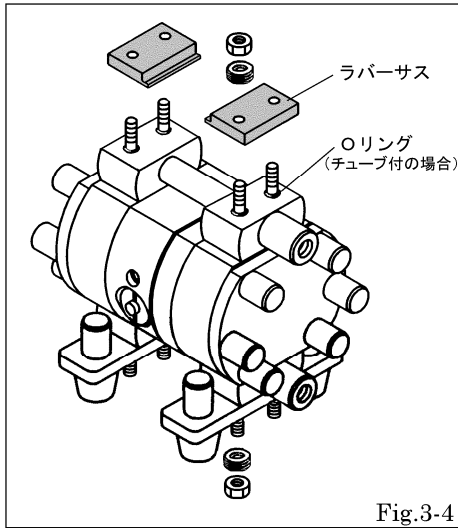

Fig.3-4
- キット付属のタイロッド縦を挿入する。[Fig.3-4]
- ナットからの雄ネジの出具合が均等になるように、規定トルクで締付ける。[Fig.3-4]